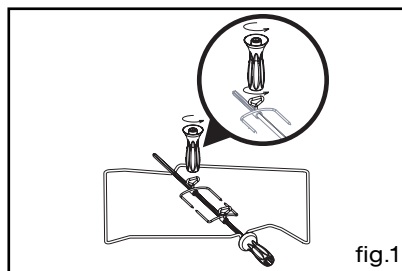

fig.1
• Grille sécurité anti-basculement (fig.1)
- enfoncez une des fourchettes sur la broche ; embrochez la pièce à rôtir ; enfoncez la deuxième fourchette ; centrez et serrez en vissant les deux fourchettes à l'aide de la poignée (fig.1).